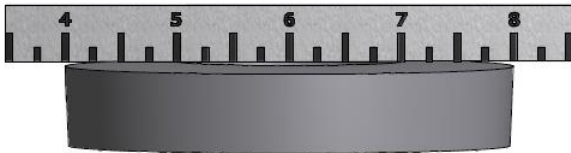

图 3 - 测量平整度
- 将一个直尺放在装配的垫片表面上，检查以确保垫片表面是平整的。如果表面是不平整的，不适合使用夹持器（见图 3）。